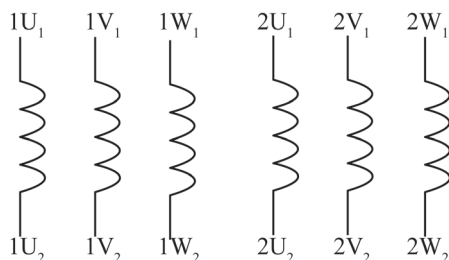

图1-16 变压器与高、低压电网的连接 ($\Delta/Y0$ 接法)
3. 将图 1-16 所示的变压器符号与高压电网和低压电网连接 $\Delta/Y0$ 接法。